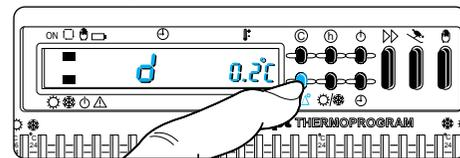

Fig. 10
4.1 - Premere due volte il pulsante (fig. 10). Sul display compare la scritta **d 0.2°C** che rimane visualizzata per circa 5 sec.